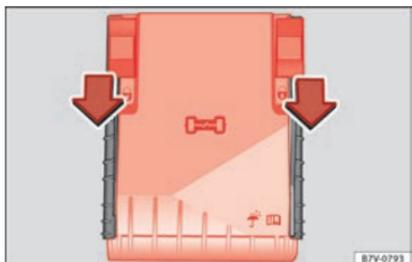

Fig. 59 Dans le compartiment moteur : cache du boîtier de fusibles.
- Déplacez les agrafes de fixation vers l'avant, dans le sens indiqué par la flèche pour déverrouiller le cache du boîtier de fusibles » fig. 59.